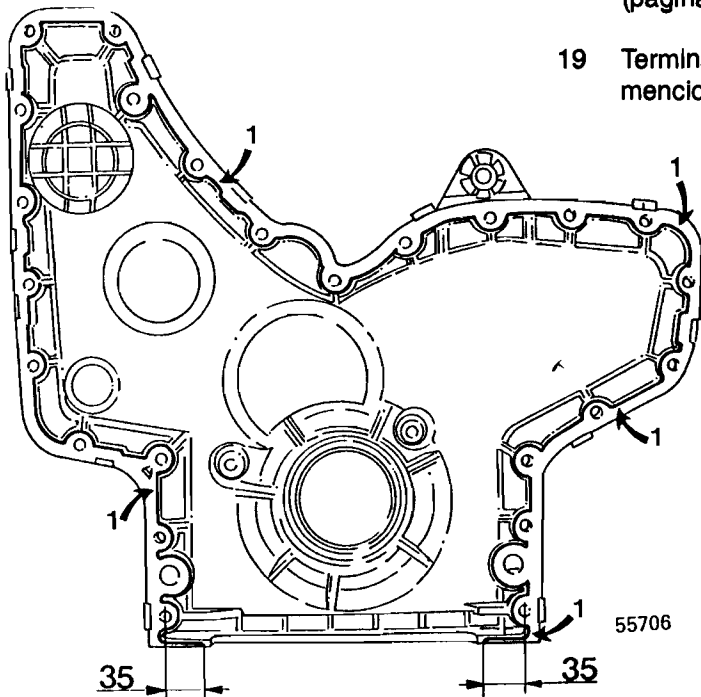

Fig. 195
- 17 Limpiar y aplicar un cordón uniforme 2 mm de sellador en la tapa de la distribución, véase fig. 195.